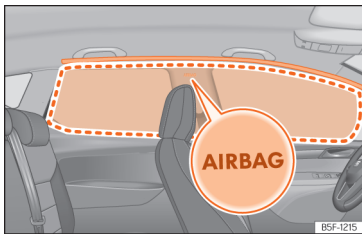

Abb. 33 Einbauort und Entfaltungsbereich des Kopfairbags.
Die Kopfairbags befinden sich zu beiden Seiten im Innenraum oberhalb der Türen »» **[Abb. 33]** und ihre Einbauorte sind mit dem Schriftzug „AIRBAG“ gekennzeichnet.
Der eingerahmte Bereich wird vom auslösen den Kopfairbag erfasst (Entfaltungsbereich) »» **[Abb. 33]**. Deshalb dürfen in diesen Bereich niemals Gegenstände abgelegt oder befestigt werden »» **⚠**.
- Stellen Sie sich, dass Kinder richtig in ihren Sitzen sitzen und ihren Kopf nicht in den Entfaltungsbereich der Kopfairbags halten »» **[Abb. 33]**, da sie beim Auslösen der Airbags von diesen getroffen werden und schwere Verletzungen erleiden könnten.